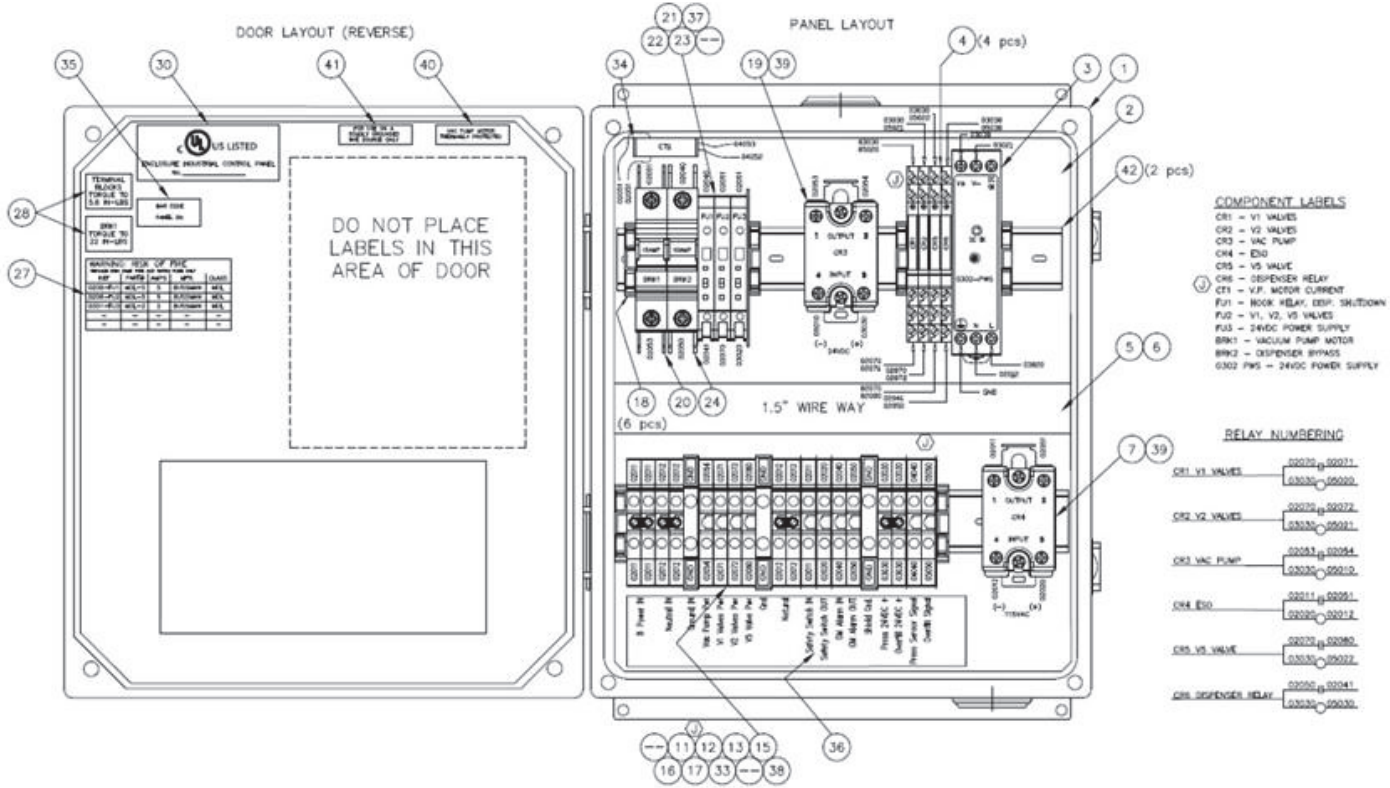

Figura 8-21: Componentes eléctricos del panel de control del VST
1.	<p>Compruebe si se ha desconectado el disyuntor de la bomba de vacío (BKR1) en el panel de control. Vea la Figura 8-21.</p> <ul style="list-style-type: none"> a) Ingrese a la pantalla de Mantenimiento usando el código 878 para deshabilitar el GREEN MACHINE. b) Abra la puerta delantera del panel de control. c) Compruebe el disyuntor BRK1 para ver si se desconectó: <ul style="list-style-type: none"> ● Si la palanca del disyuntor está hacia arriba y la ventana está en ROJO, el disyuntor no se ha desconectado. ● Si la palanca del disyuntor está hacia abajo y la ventana está en VERDE, el disyuntor se ha desconectado. d) Si el disyuntor no se ha desconectado, vaya al Paso 2. e) Si el disyuntor de la bomba de vacío se ha desconectado, mueva la palanca hacia arriba para reiniciar el disyuntor. f) Presione el botón Clear Motor Alarm para que la alarma se reinicie. Vea la Figura 8-17. g) Presione HOME en el PLC para regresar a la pantalla principal y se borrará la alarma. h) La GREEN MACHINE ahora se encuentra en modo de operación normal y funcionará si la presión del UST es superior a 0.2IWC. i) NOTA: SI EL DISYUNTOR DE LA BOMBA DE VACÍO SE SIGUE DESCONECTANDO, AVANCE AL PASO 2.